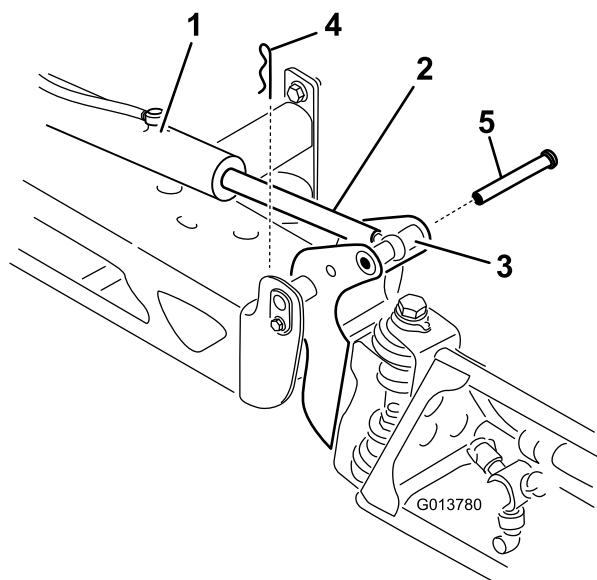

Figura 71
2. Staccate la coppiglia dal perno con testa (Figura 71).
3. Sollevate la sezione, rimuovete il perno con testa e lentamente abbassate a terra la sezione (Figura 71).
7. Supportando la sezione di irrorazione, inserite il perno con testa attraverso il perno della barra e l'asta dell'attuatore (Figura 71).